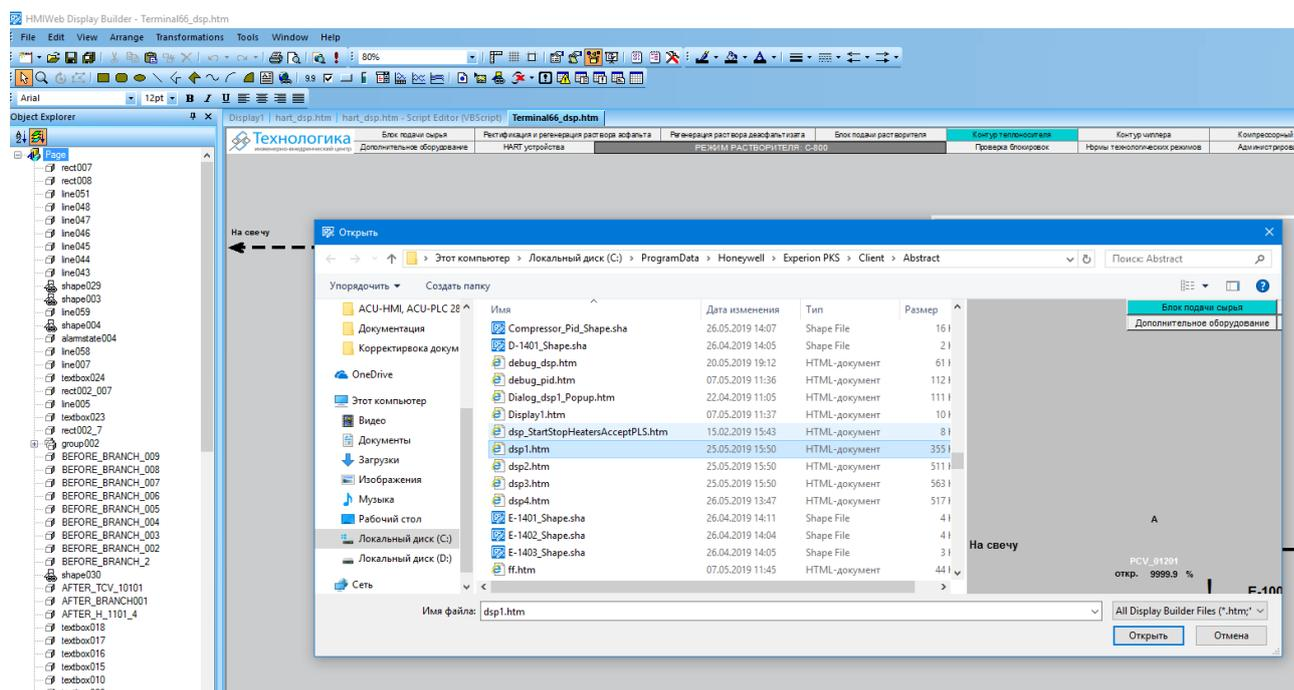

Рисунок 22 – Перечень динамических элементов в папке Abstract
1. Открыть нужную мнемосхему с помощью HMIWeb Display Builder. Для этого в верхней части программы нажмите File->Open и выберите мнемосхему для открытия (Рис. 22). Основные мнемосхемы текущего проекта именовались dsp1.htm, dsp2.htm, dsp3.htm, dsp4.htm;